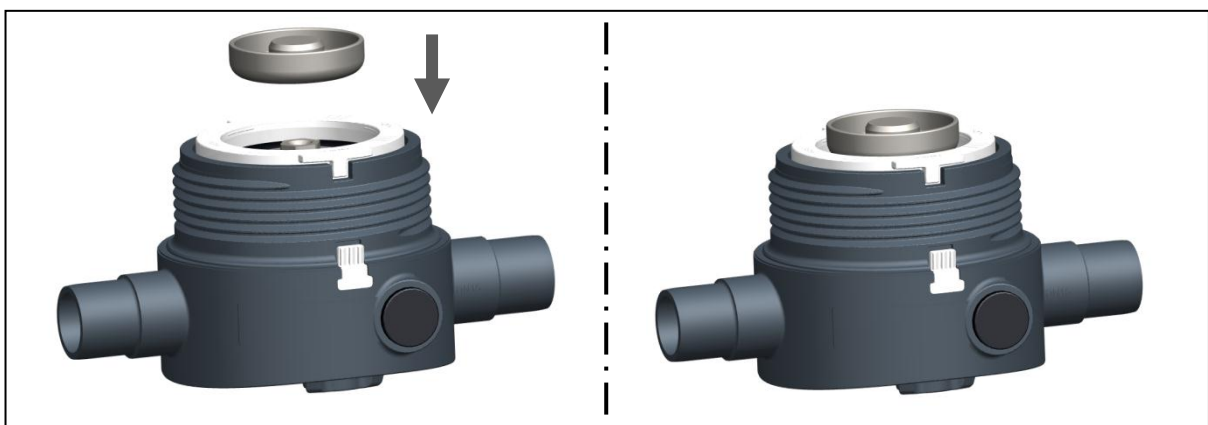

Abb. 14
- ▶ Druckstück auf Kartusche setzen, siehe Abb. 14